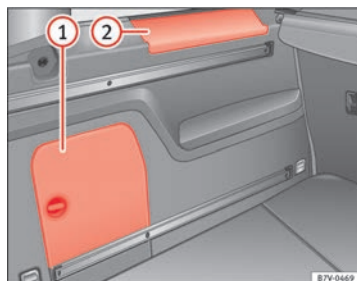

Abb. 114 Im Gepäckraum: seitliche Ablageflächen.
Seitlich im Gepäckraum befinden sich weitere Ablageflächen ⇒ Abb. 114 (1) und (2). Zum Öffnen des Ablagefachs (1) Schnellverschluss im Uhrzeigersinn drehen. Zum Öffnen des Ablagefachs (2) Abdeckung nach oben klappen.